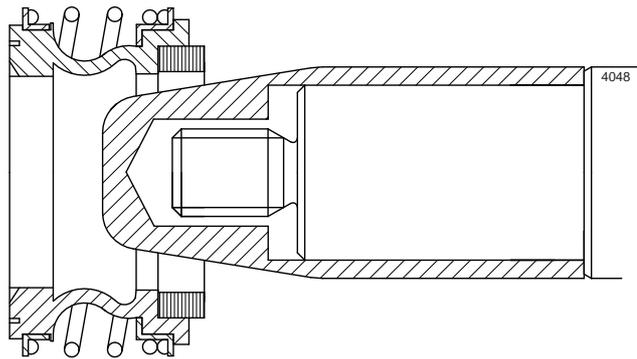

Abbildung 9: Spezielle Montagehülse.
- *Spezialwerkzeug: Die Montage der Gleitringdichtung ist einfacher, wenn Sie eine spezielle konische Montagehülse verwenden. Auf diese Weise werden die scharfen Kanten der Welle abgedeckt, sodass die Gefahr, die Dichtung bei der Montage zu beschädigen, geringer wird. Siehe Abbildung 9.*
➤ *Spezialwerkzeug: Die Montage der Wellendichtungsgruppe M1 geht mit einer speziellen konischen Montagehülse leichter. Die scharfen Ränder auf der Welle werden damit abgedeckt, sodass weniger Gefahr besteht, die Wellendichtung bei der Montage zu beschädigen. Siehe Abbildung 9.*